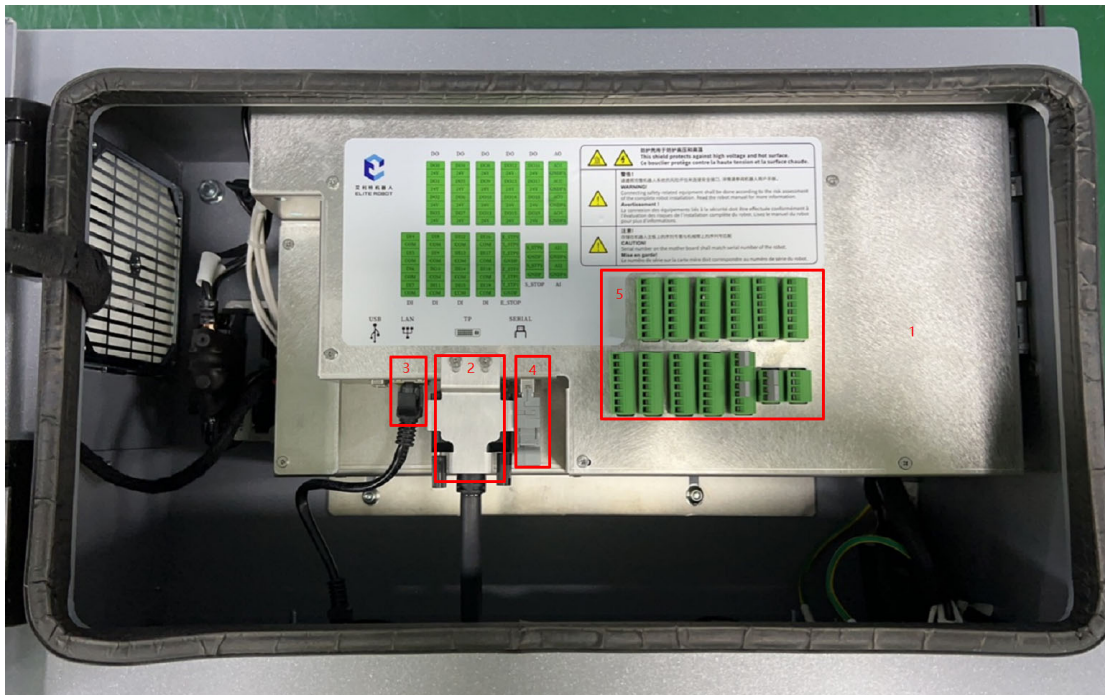

图 3-32：拧紧螺钉并重新安装零件
5. 将护罩钣金安装好后锁上 6 颗 M3 螺钉，并依次将图中零件安装回原位如图 3-32 所示；
6. 将护罩钣金安装好后锁上 6 颗 M3 螺钉，并依次将图中零件安装回原位如图 3-32 所示；
7. 将护罩钣金安装好后锁上 6 颗 M3 螺钉，并依次将图中零件安装回原位如图 3-32 所示；